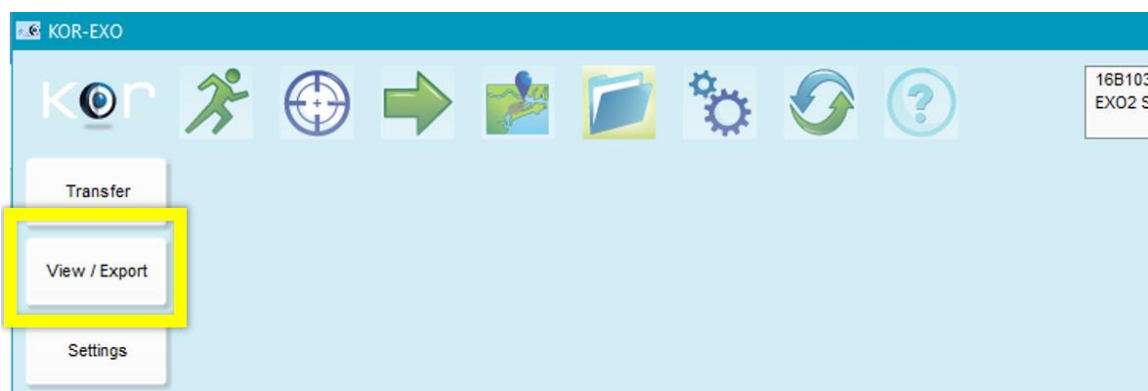

Figure 13. Select "View/Export"
2. Select **“View/Export”** (**Figure 13**).